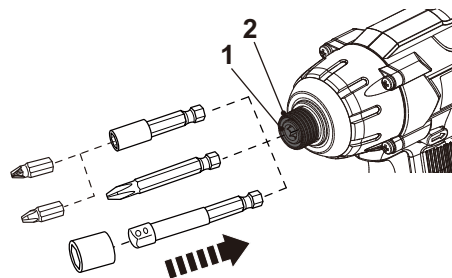

Fig. 1
- > Puxe a bucha de aperto (2) e insira uma ponta de aparafusar adequada até ao fundo do mandril (1). Solte a bucha de aperto (2) para fixar a ponta em
- > posição (Fig. 1).